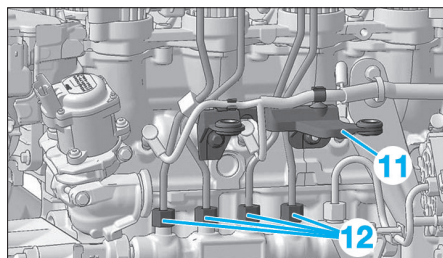

Fig. 50
- Déposer le support boîte à air (11) (Fig.50).
- Desserrer les raccords (12).